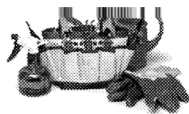

Рис. 4. Простейшие инструменты для обработки почвы:
**Копалка** предназначена для выкапывания отдельных корнеплодов и луковиц там, где лопатой это делать тесно и неудобно; ею можно также делать всевозможные лунки и углубления. Внешне копалка напоминает долото или стамеску, из которых, собственно, ее и можно сделать (рис. 4, а).
**Совок** хорош тем, что никогда не ломается: у него отсутствует шейка. Изготавливается инструмент из трубы, часть цилиндрической поверхности которой стачивается или срезается болгаркой. Затем края разреза несколько разводятся — получается черпало (рис. 4, б). Ему придается окончательная форма, после чего инструмент насаживается на рукоятку.
**Тяпку-рыхлитель** выковывают из прутка  $\varnothing 10$  мм. Послековки крючок необходимо закалить. Для этого его нагревают на огне и опускают в машинное масло. После того как металл остынет, с поверхности снимают окалину; затем вновь нагревают заготовку до золотистого цвета и опускают в холодную воду. Такой тяпкой удобно работать в загущенных местах и там, где с обычной тяпкой не развернешься. К тому же форма инструмента позволяет рыхлить почву ровно, не сминая ее (рис. 4, в).
**Тяпка с усиленным лезвием** хороша для тяжелых глинистых почв. Такие тяпки с отбортовками могут быть с разным количеством зубьев (от одного до пяти) и снабжены длинной прочной ручкой (рис. 4, д). Применяют их в основном для рыхления почвы под кустами смородины, крыжовника, черноплодной рябины, сирени.
**Комбинированная тяпка** хороша тем, что благодаря особой форме без особых усилий входит в почву. Ее тонкое и острое лезвие легко справляется с корнями сорняков. Другим концом тяпки можно разбивать земляные комья, делать борозды для рассады или канавки для стока воды. Комбинированная тяпка состоит из двух деталей: лезвия и отрезка трубы, который с одного конца надо сплющить и приварить к лезвию (рис. 4, *е*). В другой конец трубы вставляется черенок. Отличное лезвие получается из полотна двуручной пилы, отслужившей свой срок. Из него зубилом вырубает заготовку нужной формы и приваривают к тулейке. Из одного полотна получится сразу несколько удобных, прочных и долговечных тяпок.
Лемех плужка сделан из листовой стали толщиной 2—3 мм. К нему приварена державка с ручкой, такая же, как и у любого из рыхлителей (рис. 4, *ж*). После сварки плужок обязательно надо закалить.
пилы и обрезка трубы от верхней дуги старой кровати. Одним концом труба приклепана или приварена к полотну, в другой вставляется черенок (рис. 4, з).
**Пропольники** служат для удаления сорняков, имеющих сильно развитую корневую систему. Комплект состоит из двух инструментов: ручного и ножного. Их рабочие части изготавливаются из стали толщиной 2—2,5 мм и имеют одинаковую форму. Различие только в конструктивном оформлении. Их внешний вид и выкройка рабочей части показаны на рис. 4, и.
Простейшую **рыхлилку** легко соорудить из имеющихся в любом хозяйстве материалов. Из доски толщиной примерно 25 мм вырежьте закругленную лопатку, забейте вдоль ее краев несколько гвоздей длиной 50—60 мм (рис. 4, з). Осталось острогать и ошкурить ручку, и инструмент готов.
Рыхлители, представленные на рис. 4, к, однотипны, отличаются прочностью и удобством в работе. Они легко входят в любой грунт, но предназначены для разных операций.